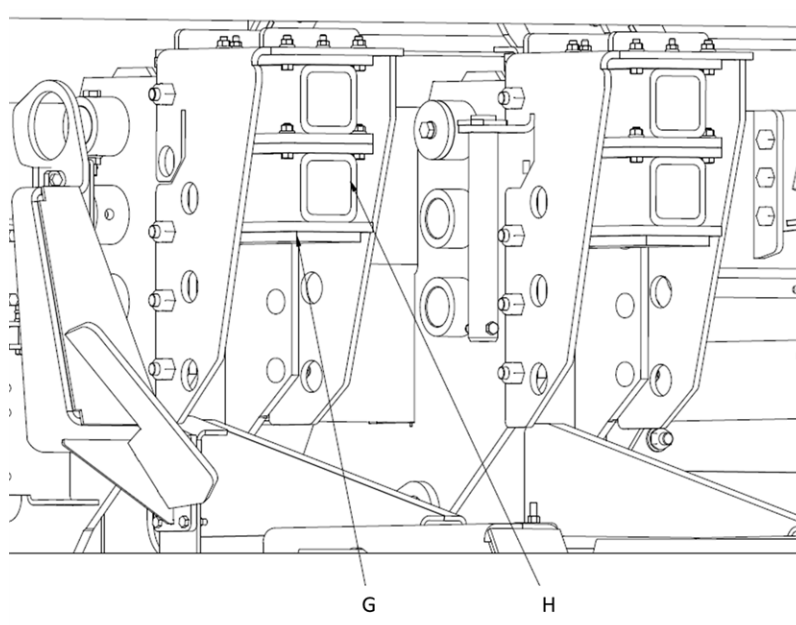

Figure 16 — Ajustement des butées du bras de chargement
- A. Dévissez les boulons qui maintiennent les butées (G) du bras de chargement en place (voir la Figure 16).
- B. Ajoutez ou enlevez des espaceurs (H) pour que la butée soit à la hauteur correspondant à celle du bras de chargement (voir les indications du prochain tableau).